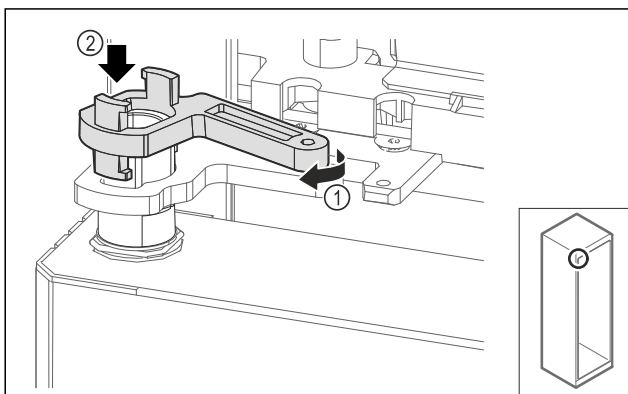

Fig. 66
- ▶ Περιστρέψτε ελαφρά το κλείδωμα του στηρίγματος Fig. 66 (1) και τοποθετήστε το στο χιτώνιο Fig. 66 (2).